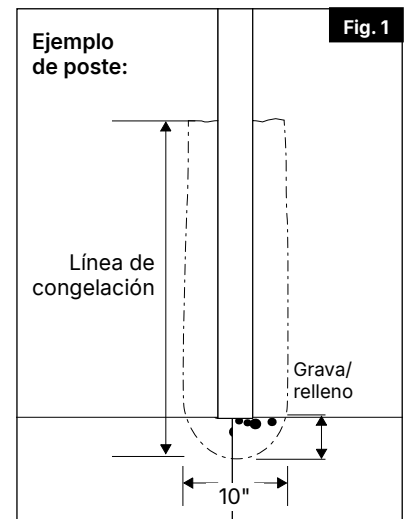

Fig. 1
1. Excave el primer agujero para el poste con un diámetro aproximado de 8" y hasta la profundidad de la línea de congelación especificada. Inserte el relleno/grava en el fondo de ambos agujeros. Luego, coloque el primer poste en el agujero del poste (Fig. 1).